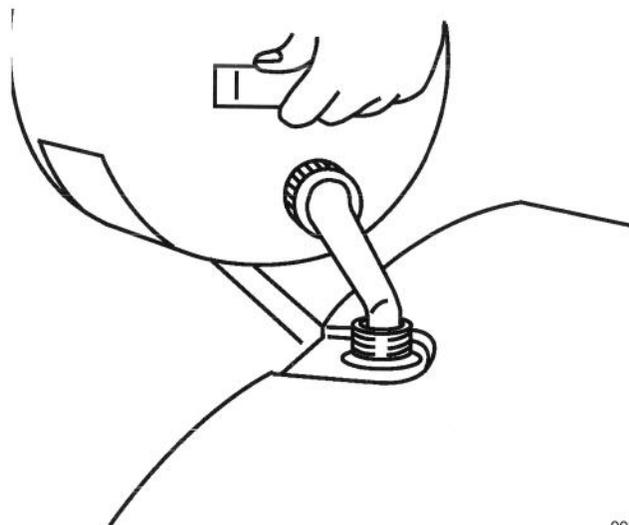

Figure 10
1. Nettoyer le pourtour du bouchon d'essence avant de le retirer (Fig. 10). Remplir le réservoir du mélange huile/essence jusqu'à 6,5 mm (1/4 po.) du col du tube de remplissage. Ne pas remplir le tube. NE PAS REMPLIR LE RÉSERVOIR EN EXCÈS. Replacer le bouchon correctement et essuyer tout carburant répandu.